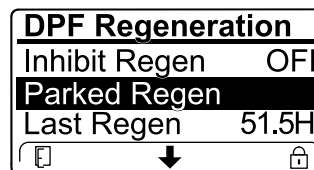

Figura 59
- Si el ordenador del motor solicita una regeneración de recuperación o si está procesando una regeneración de recuperación y se desplaza hasta la opción PARKED REGEN (Regeneración con la máquina aparcada), la regeneración con la máquina aparcada se bloquea y aparece el icono del candado (Figura 59) en la esquina inferior derecha del InfoCenter.